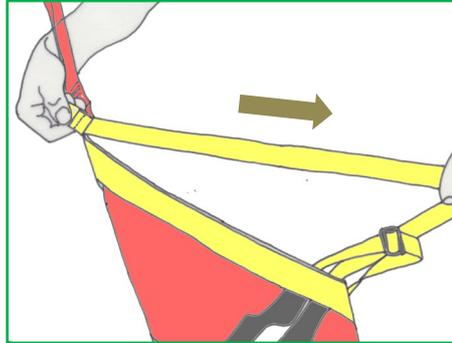

Fig. 19: Tirare la cinghia lasciandone 3 cm circa oltre la chiusura
- Fig. 19: Far sporgere la cinghia gialla di 2–3 cm circa (così è più facile da afferrare quando, ad esempio, si portano i guanti).